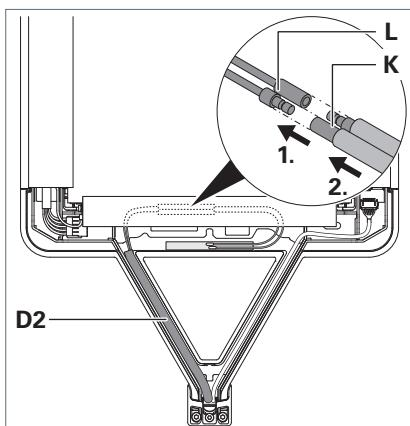

Fig. 6: Collegare l'antenna.
- ▶ Collegare le linee dell'antenna **L** dalla linea di alimentazione **D2** con le linee dell'antenna **K** della testa dell'apparecchio, vedere Fig. 6.